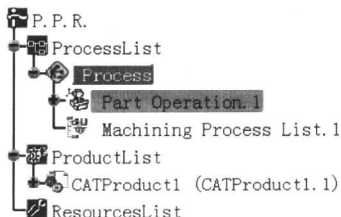
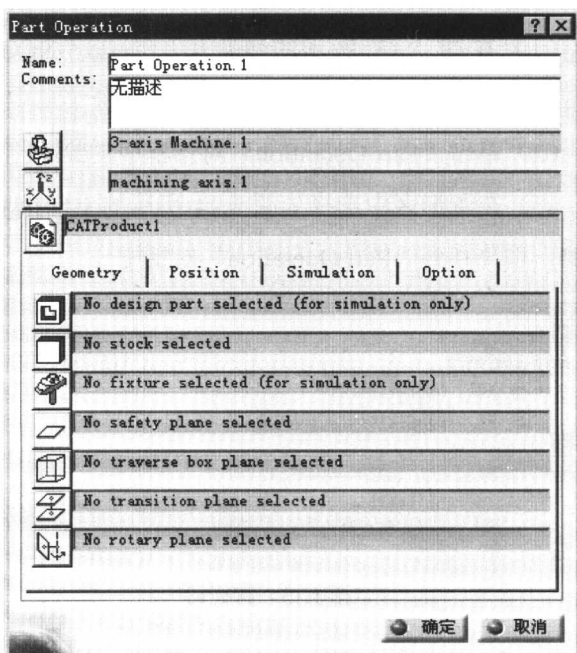

图 1.9 特征树
图 1.10 “Part Operation”对话框
Step5. 在图 1.9 所示的特征树中双击“Part Operation.1”节点，系统返回“Surface Machining”工作台。
Step1. 进入零件操作对话框。在图 1.9 所示的特征树中双击“Part Operation.1”节点，系统弹出如图 1.10 所示的“Part Operation”对话框。